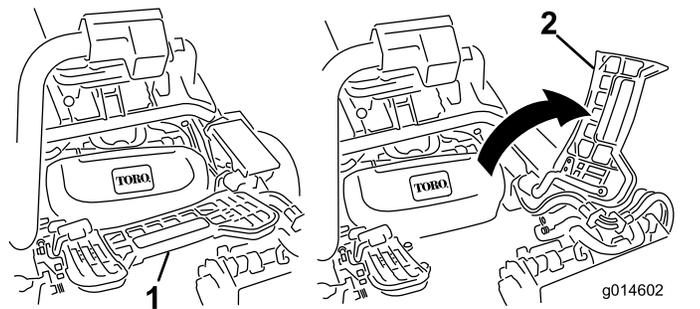

図 30
2. フットレストを跳ね上げて開き、中央カッティングユニット取り付け位置へのアクセスを確保する **図 30**。